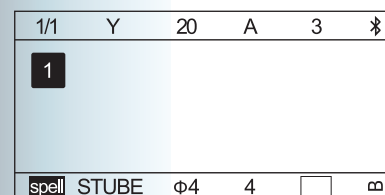

Рисунок 4.3-3
3) Используйте клавиши **【←】/【→】** чтобы выбрать размер вашей термоусадочной трубки. Нажмите **【Enter】** чтобы вернуться в режим ввода. (Рис. 4.3-3)